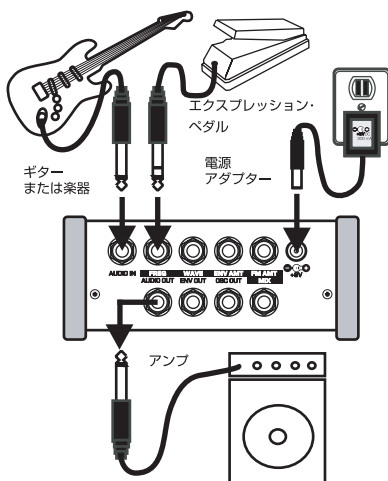

図1: 基本的な接続
4. 楽器やアンプなどを接続します。楽器からのオーディオ信号をMF-107の〔AUDIO IN〕ジャックに、〔AUDIO OUT〕ジャックからアンプやレコーディング機器などに接続します。Moog EP-2 などのエクスプレッション・ペダルをお持ちの方は、ここでは〔FREQ〕ジャックに接続しておきましょう(図1をご参照ください)。なお、MF-107ではエクスプレッション・ペダルによるコントロールが非常に重要となりますのでぜひご用意ください。